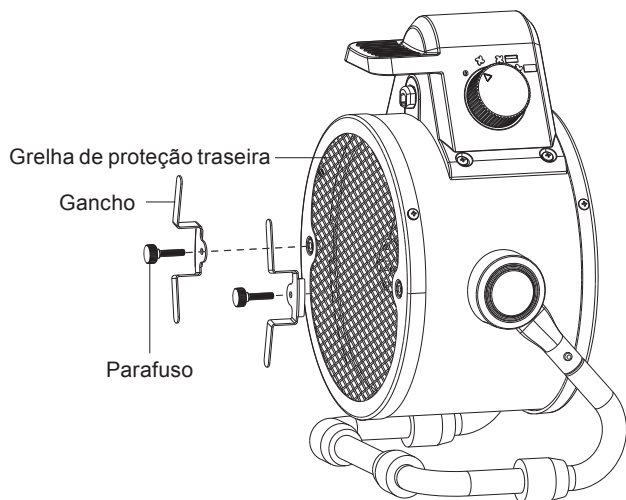

Figura 1
1. Coloque o aparelho no suporte. Insira cada gancho nas ranhuras previstas na grelha da proteção traseira e aparafuse-os com os parafusos vermelhos fornecidos, como na figura 1.